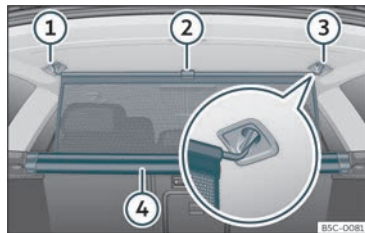

Fig. 131 Na bagageira: fixar a rede de separação.
- Puxe a aba para cima »» Fig. 131 ② para tirar a rede da carcaça ④.
- Prender a rede de separação do lado esquerdo ou direito ③ (imagem ampliada).
- Prender a rede de separação no alojamento do outro lado ① puxando a barra.